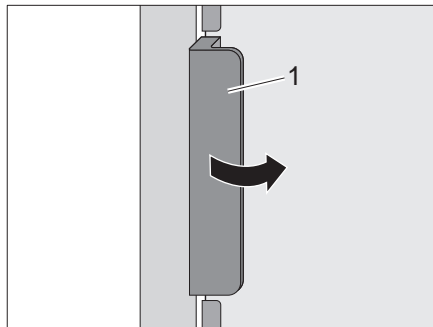
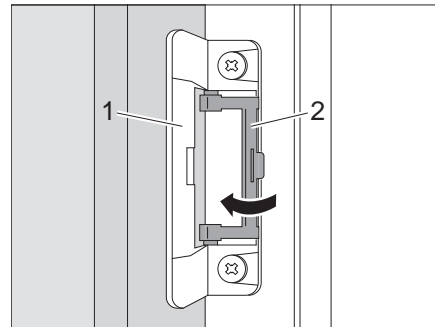

Bild 149 Öppna kylskåpsdörren
Bild 150 Låsa i ventilationsläge
**Öppna:** ■ Öppna kylskåpsdörren med handtaget (Bild 149,1). Låset (Bild 150,1) lossas automatiskt.
■ Fäll upp spärren (Bild 150,2).